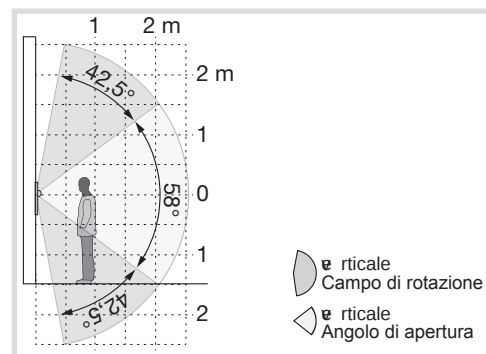

Figura 13: orientamento verticale della telecamera
- Orientare la telecamera (figura 13/14).